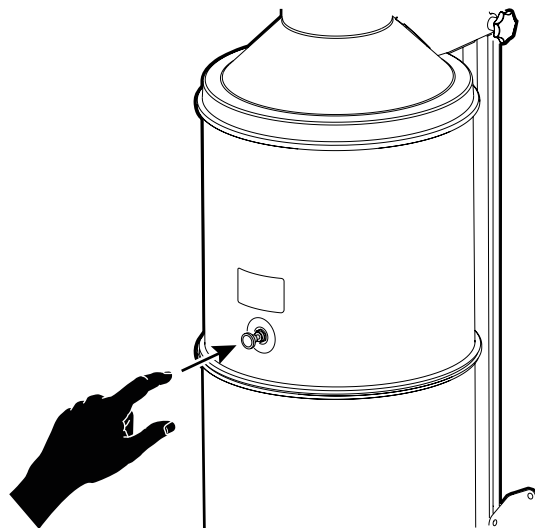

Fig. 7
5. Kontrollera att renblåsningsventilen öppnar och stänger, genomför en manuell rensning genom att trycka på avtryckaren enligt **Fig. 7**.
Se **Fig. 7**.
2. Utför manuell tryckluftsrensning genom att trycka på avtryckaren tre gånger, med tio sekunders intervall, enligt **Fig. 7**.